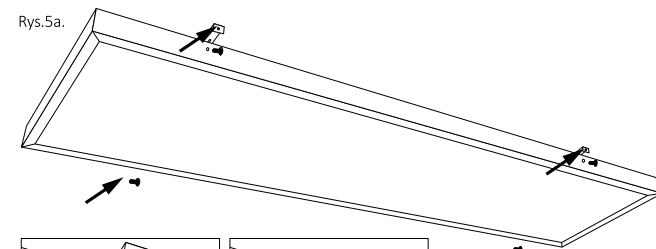

Rys.3.
3. Podłączyć Panel LED do zasilacza LED przewodem z wtyczką. [Fig.3.].
3. Connect LED panel with LED driver by cable with plug [Fig.3.].